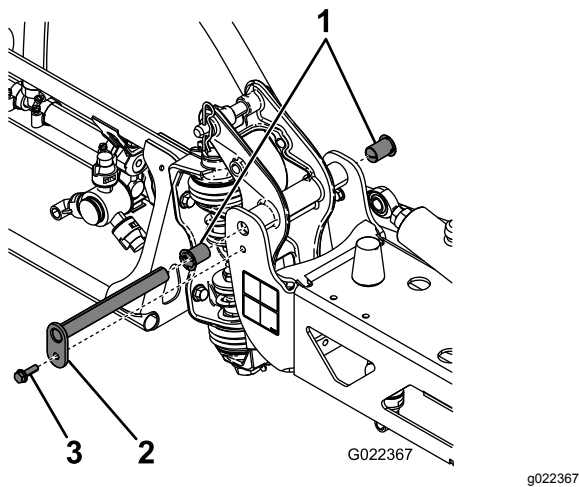

Figure 85
3. Lorsque le poids de la rampe est supporté, retirez le boulon et l'écrou de fixation de l'axe de pivot à l'ensemble rampe (Figure 85).
6. Déposez et examinez les bagues en nylon à l'avant et à l'arrière du support de pivot (Figure 85).
8. Montez l'ensemble rampe et support de pivot dans le bâti central en alignant les ouvertures (Figure 85).